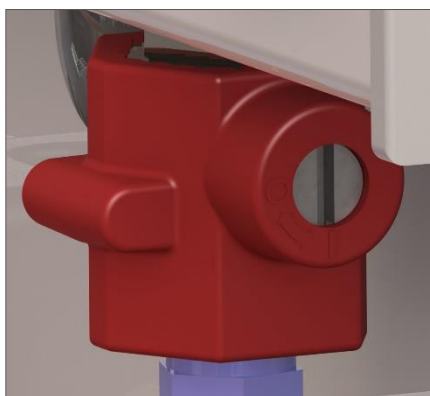

Figure 6.4.1: robinet à boisseau sphérique **ouvert**
5. Ouvrez le robinet à boisseau sphérique (figure 6.4.1).